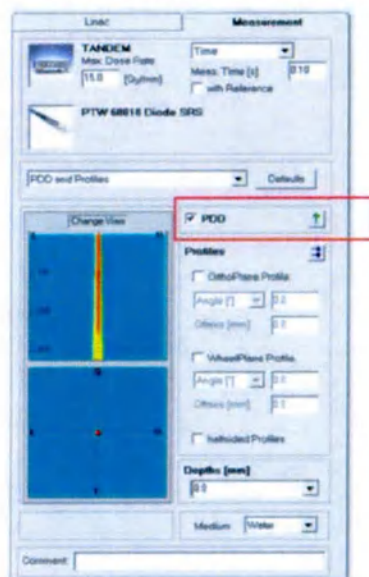

Рисунок 1-17. Выбор глубинной дозы в процентах (PDD)
- f. Во вкладке «Измерение» (Measurement) введите информацию, как это показано ниже. Убедитесь в выборе исключительно глубинной дозы в процентах (PDD), при этом стрелка указывает вверх (см. рисунок 1-17).